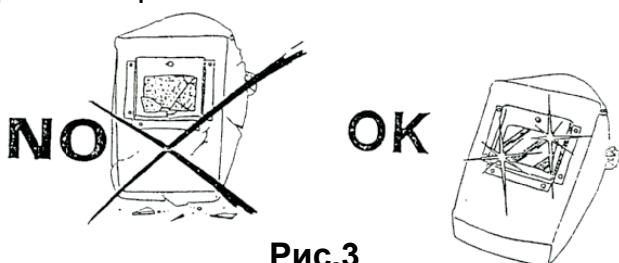

Рис.3
- Цветной экран (адиактиническое стекло) всегда должен содержаться в чистоте; в случае поломки или износа (рис. 3) заменяется на фильтр той же степени матовости. Цветной фильтр должен быть защищен от ударов и вылета сварочного материала с помощью прозрачного стекла в передней части маски; стекло подлежит замене при ограничении видимости во время сварки.